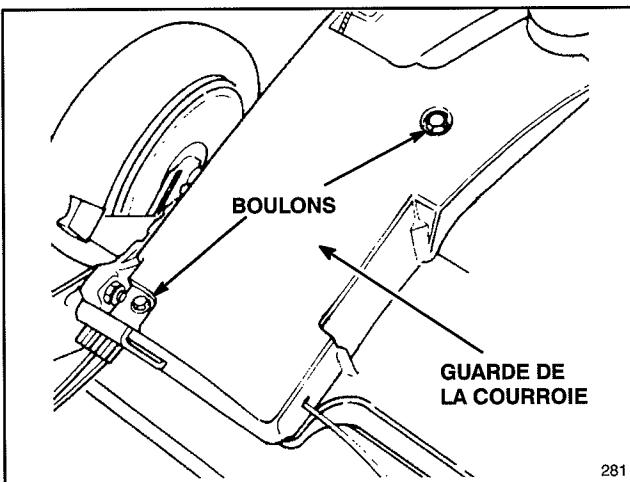

Figure 27
2. Retirer les boulons de fixation de la garde de la courroie (Fig. 27), sur le carter de la tondeuse. Soulever la garde et brosser tous les débris accumulés dans cette zone. Replacer la garde.